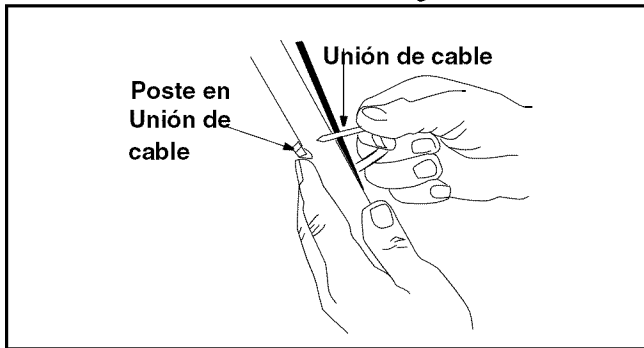

Figura 4
- Ajuste el cable a la manija inferior con las dos uniones de cable que se encuentran en la manija inferior. Jale las uniones del cable apretándolas y recortando el exceso. Vea la Figura 4 .